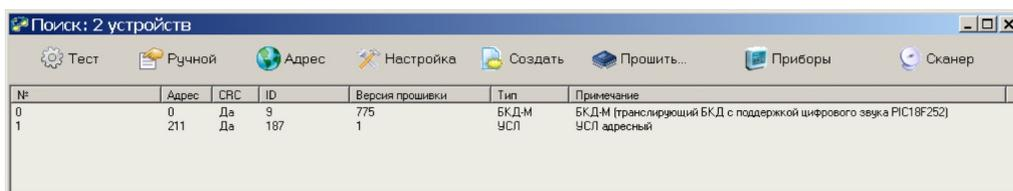

Рисунок 16
- 7) По окончании поиска проверить наличие «УСЛ» в таблице устройств (рисунок 16).